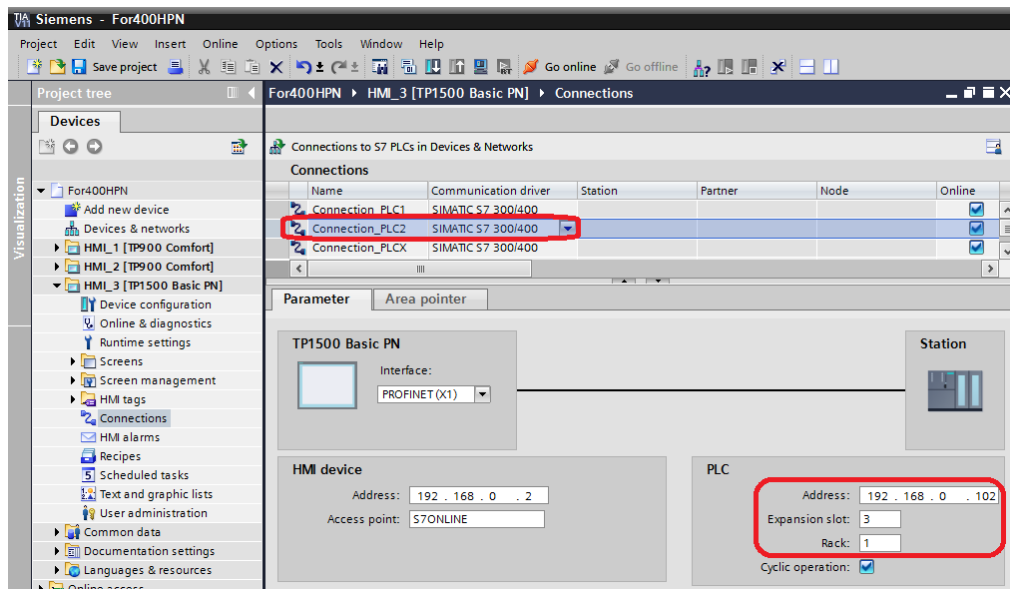

图 8
- (D) 在 Connection 中添加用于监控 Rack1 的 CPU 的连接 Connection_PLC2，通信驱动选择“SIMATIC S7-300/400”，设置 IP 地址为 192.168.0.102，Expansion slot 为 3，Rack 为 1，如图 8 所示